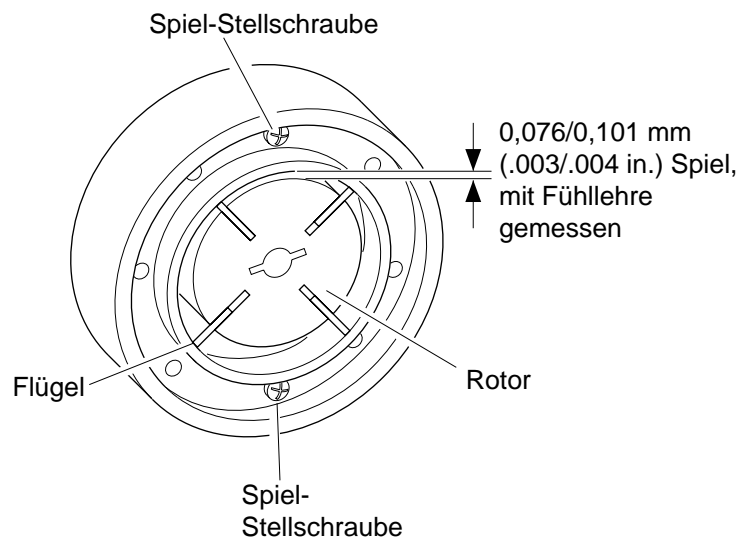

Abbildung 15 - Lage der Spiel-Stellschrauben
9. Rotorspiel prüfen. Wenn nötig, auf 0,076/0,101 mm (.003/.004 in.) einstellen (siehe Abbildung 15).